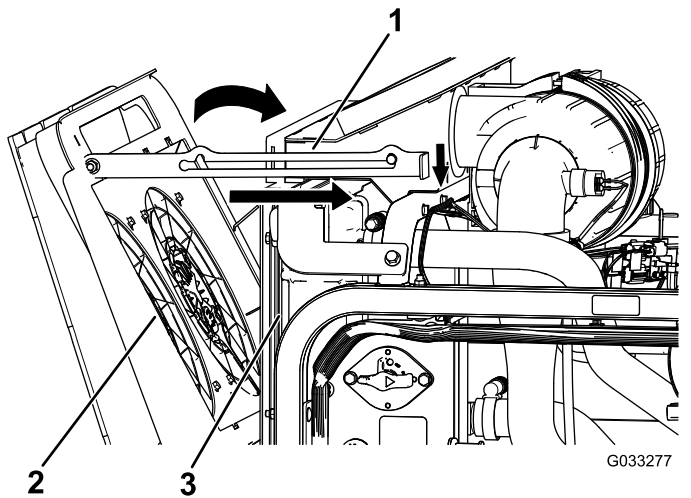

Figure 121
4. Faites pivoter les ventilateurs de refroidissement du moteur vers l'avant et calez la béquille dans le cran (Figure 121).